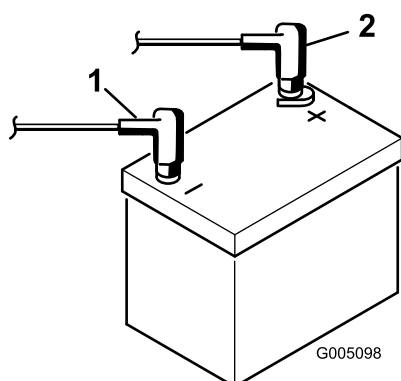

Рисунок 7
9. Подсоедините положительный кабель (красный) к положительной клемме (+), а отрицательный кабель (черный) – к отрицательной (–) клемме аккумуляторной батареи и закрепите их болтами и гайками (Рисунок 7). Наденьте на положительную клемму резиновый чехол для предотвращения возможного замыкания на массу.